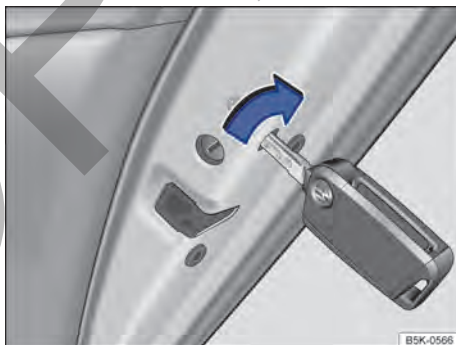

Fig. 62 En el frontal de la puerta trasera derecha: bloqueo de emergencia del vehículo con la llave de este.
- Introduzca el paletón de la llave o la llave de emergencia en la ranura y gírelos → fig. 62.